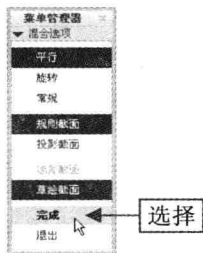

图 8-59 选择“完成”选项 2
Step 03 弹出“混合选项”菜单管理器，选择“完成”选项，如图 8-59 所示。